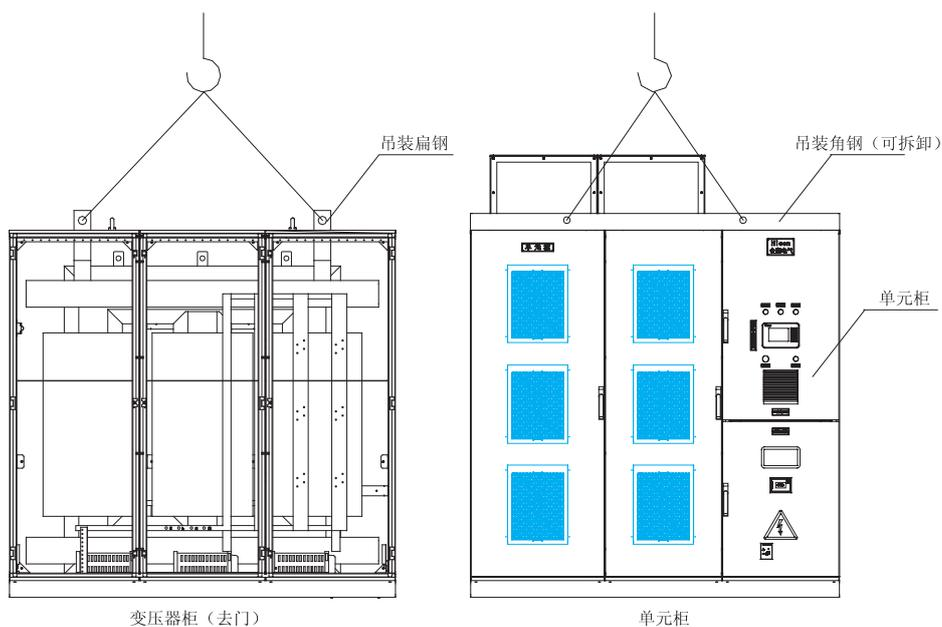

图4.6 柜体吊装示意图
- 安装前,变压器和变压器柜已经固定成了一个整体,因此在吊装时不要使用柜体上的吊环,而直接吊变压器上的吊装孔,如图4.6所示,详见附录A。